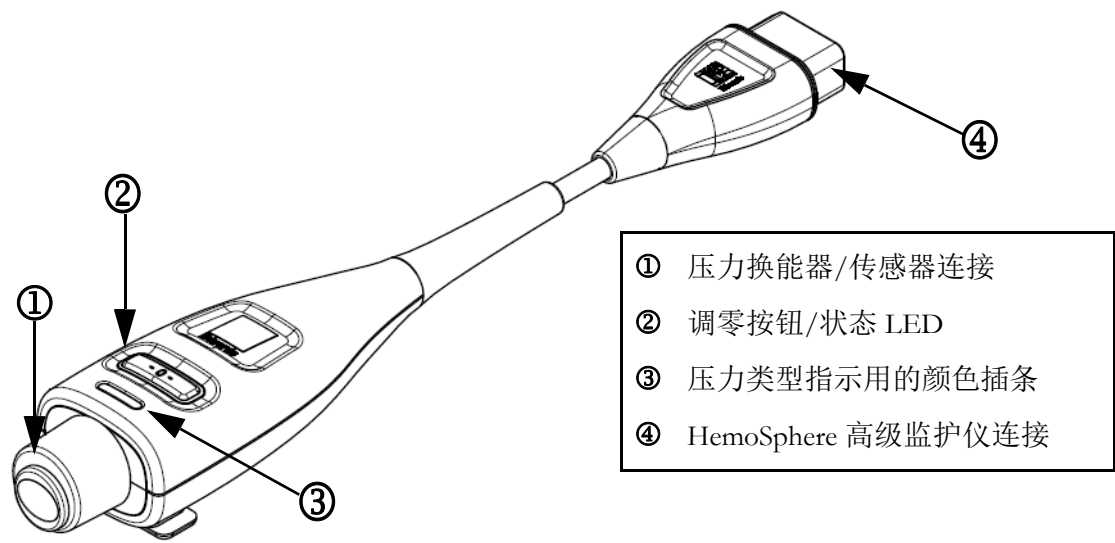

图 10-1 HemoSphere 压力缆线
HemoSphere 压力缆线为可重复使用的设备，其一端 ④ 与 HemoSphere 监护仪连接，另一端 ① 与任何经批准的 Edwards 一次性压力换能器 (DPT) 或传感器连接。请参阅第 141 页的图 10-1。HemoSphere 压力缆线从兼容的 DPT（例如 TruWave DPT 或 FloTrac 传感器）获取单个压力信号并进行处理。FloTrac 或 Acumen IQ 传感器与现有的动脉导管连接以提供微创血液动力学参数。TruWave 换能器可连接到任何兼容的压力监测导管以提供基于位置的血管内压力。请参阅各导管随附的使用说明，以详细了解如何定位和使用各导管，并了解相关的警告、注意和注释。HemoSphere 压力缆线可通过两种基于配对传感器 / 换能器的技术监测模式进行监测：**FloTrac 或 Acumen IQ 传感器监测模式**或 **Swan-Ganz 导管监测模式**。监测模式显示在导航栏顶部（请参阅第 68 页的图 5-2）。图 10-1 中显示了 HemoSphere 压力缆线的外观和连接点。
压力类型颜色插条。如果需要，可以在压力缆线上使用适当的颜色插条来指示监测的压力类型。请参见 ③（图 10-1）。颜色如下：
- 红色为动脉压 (AP)
- 绿色表示心排量 (CO)
- 7 通过直直地插入或拔出，连接已灌注的 FloTrac 传感器的绿色接头。环绕归零按钮（请参阅图 10-1 中的②）的压力缆线 LED 将闪烁绿光，指示检测到压力传感器。黄灯表示故障状态。如果发生这种情况，请参阅状态栏了解具体的故障状态详情。
直接按压力缆线上的物理归零按钮 ，保持三秒钟（请参阅图 10-1）。